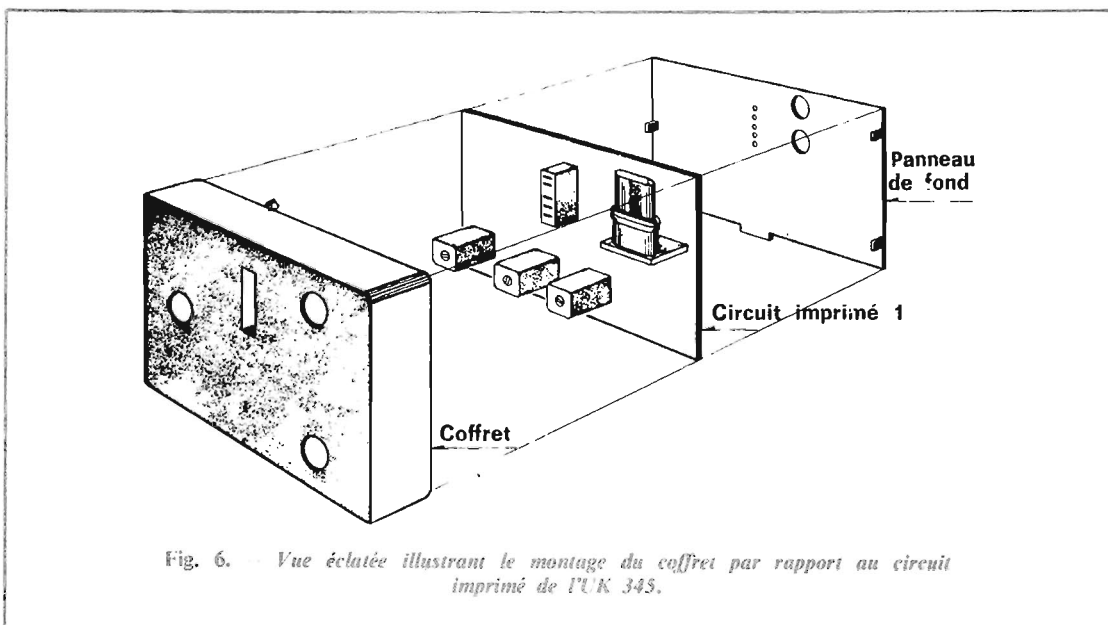

Fig. 6. — Vue éclatée illustrant le montage du coffret par rapport au circuit imprimé de l'UK 345.
- Enfiler le circuit imprimé dans le coffret, de façon que l'on puisse accéder au connecteur à travers l'ouverture correspondante du coffret et que les cinq bornes dudit connecteur ressortent par les trous correspondants du panneau de fermeture. Observer la vue éclatée de la figure 6.